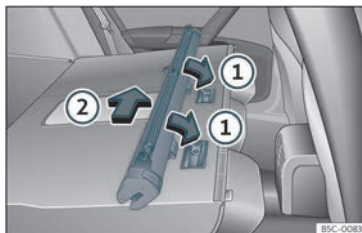

Fig. 133 Montar a rede de separación nos respaldos do asento traseiro.
- Coloque a carcasa da rede nos rebaxes dos carrís de suxeición no sentido das frechas >>> **fig. 133** ①
- Empuxe a carcasa cara ao lado esquerdo do vehículo no sentido da frecha >>> **fig. 133** ② e ata o tope.
- Tire da carcasa da rede aproximadamente 5 cm no sentido contrario da frecha »» fig. 133 ②.
- Extraia a carcasa dos carrís de suxeición tirando no sentido contrario ao das frechas »» fig. 133 ①.